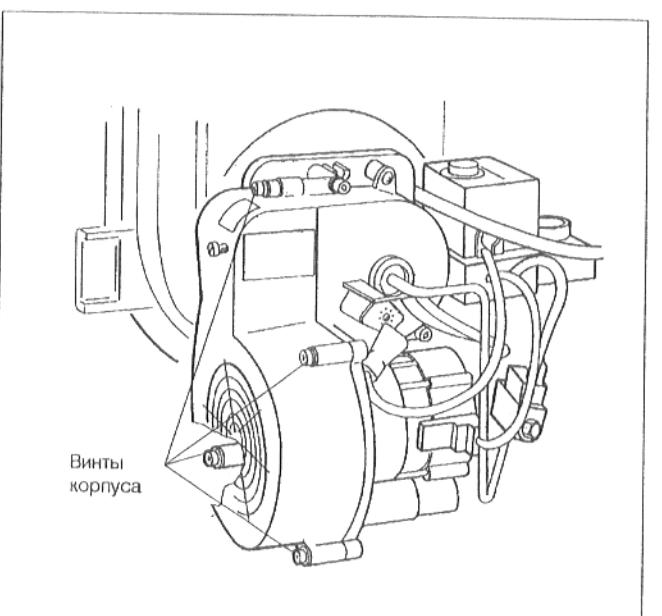
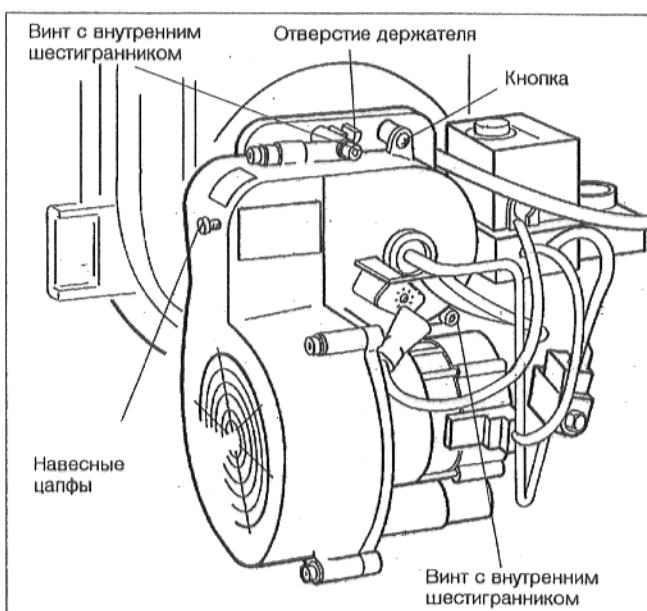

Рис. 8
Рис. 10
- Ослабить 2 винта корпуса (рис. 8) посредством шестигранного ключа размером 5 мм. Придерживая горелку, нажать на кнопку (рис. 10).
Рис. 10а. Горелка в положении технического обслуживания